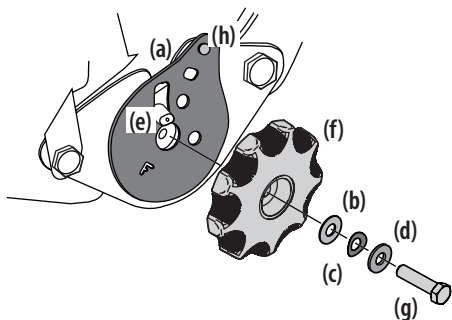

Figure 2-12
- Retirez le dispositif de réglage du siège du sac et installez-le comme illustré à la Figure 2-12.
Note : Vérifiez que la plaque de réglage (a) est bien placée, puis installez les rondelles (b). Voir Figure 2-12. La rondelle plus épaisse doit être placée à l'extérieur.
- Faites glisser la plaque de réglage (a) sur la goupille (e). Voir figure 2-12.